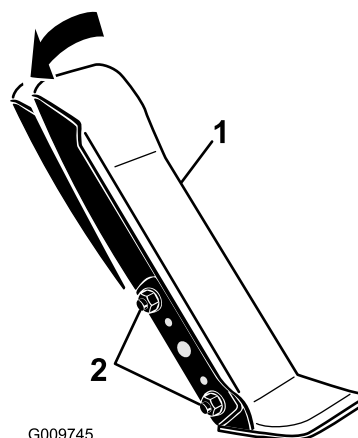

Рисунок 59
1. Ослабьте две гайки и болты крепления левой стороны педали тяги к кронштейну (Рисунок 59).
2. Поверните педаль под требуемым рабочим углом и затяните гайки (Рисунок 59).